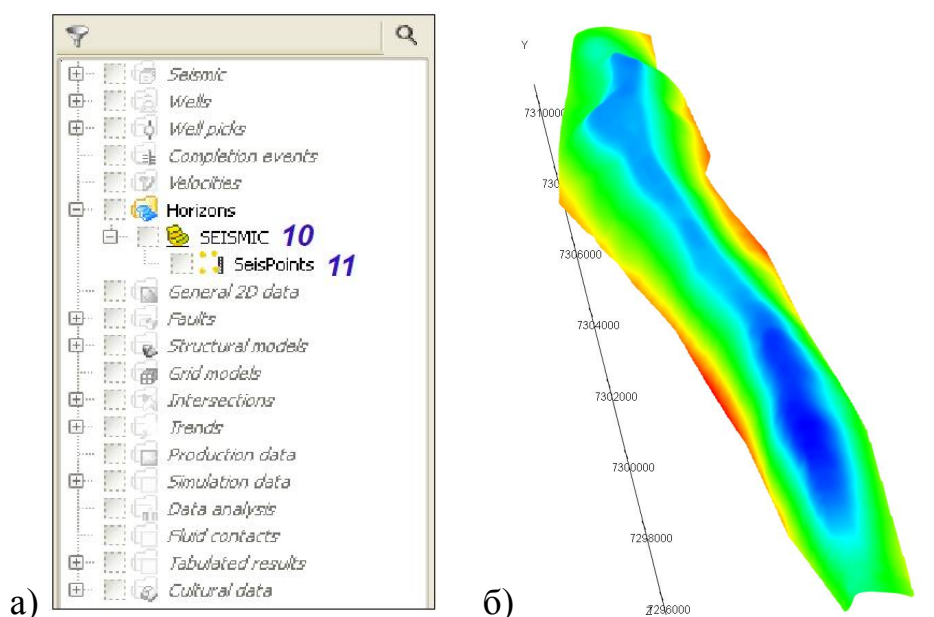

Рисунок 1.13 – Точки сеймики
В контейнере *Horizons* (рис. 1.13а) появился первый объект – *SEISMIC (10)*, нажав на +, вы откроете папку данного объекта и увидите, что появился тип данных *SeisPoints (11)*. Загруженные точки сеймики можно визуализировать в *3D*-окне.
После некоторых настроек в панели *Visual settings* для данного объекта данных, вы можете получить картину, приведённую ниже (рис. 1.13б).